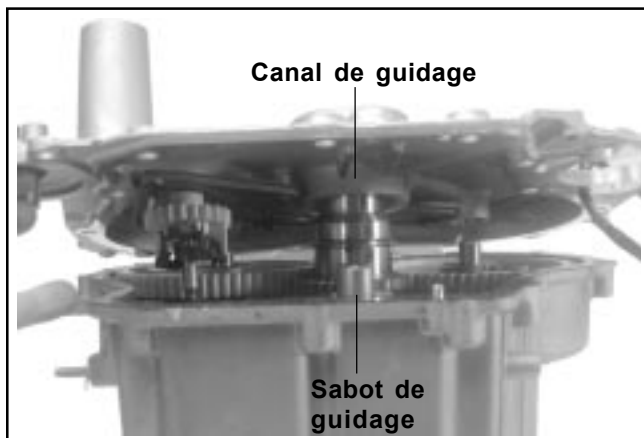

Figure 10-29. Alignement et installation de la plaque de fermeture.
2. Appliquer de la graisse sur les surfaces planes extérieures du sabot de guidage de la masse. Positionner le sabot de guidage de manière à ce que son extrémité solide soit vers le vilebrequin. Voir la Figure 10-29. Vérifier que le sabot de guidage reste dans cette position durant l'étape suivante.
3. Vérifier que le joint, la plaque de protection et le réducteur du régulateur ont été assemblés correctement sur la plaque de fermeture (se reporter à la Section 9). Monter la plaque de fermeture sur le carter. Vérifier que le sabot de guidage est aligné sur le canal de guidage de la plaque de fermeture et que les arbres à cames et l'arbre du réducteur du régulateur sont alignés sur leurs surfaces d'appui correspondantes. Voir la figure 10-29. Quand la plaque est descendue sur sa position finale, tourner légèrement le vilebrequin, si nécessaire, pour introduire le réducteur du régulateur.